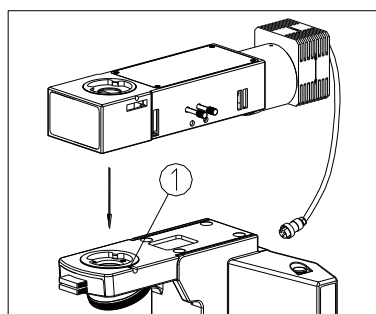

图 12
- (1) 将反射照明器锁紧螺钉①完全松开。(如图 12)
- (2) 把反射照明器底部的燕尾接口对准镜体上的圆孔中心偏右的位置，略微左倾，沿孔口插入圆孔，并旋紧锁紧螺钉①。